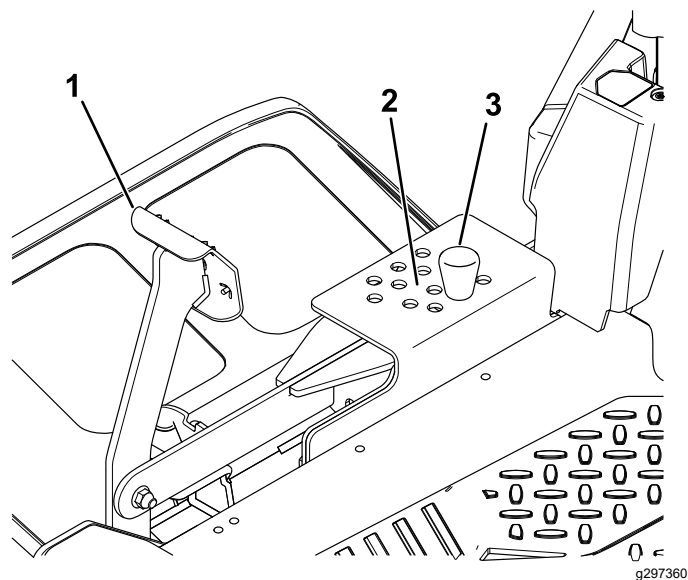

Рисунок 36
2. Для регулировки положения извлеките штифт из кронштейна высоты скашивания (Рисунок 36).
3. Выберите отверстие в системе регулировки высоты скашивания, соответствующее требуемой высоте скашивания, и вставьте штифт (Рисунок 36).